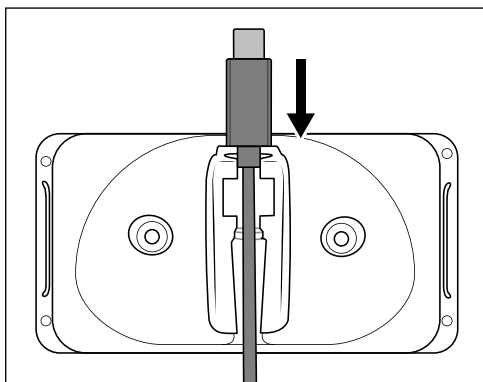
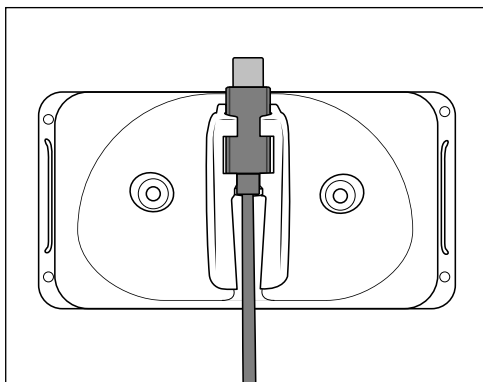

Fig. 1
Fig. 2
- 1) Insira a ficha USB-C **5** do cabo de carregamento USB **4** no suporte de parede **3** (ver fig. 1). Empurre a ficha USB-C **5** para baixo, até ficar encaixada no suporte de parede **3** (ver fig. 2).